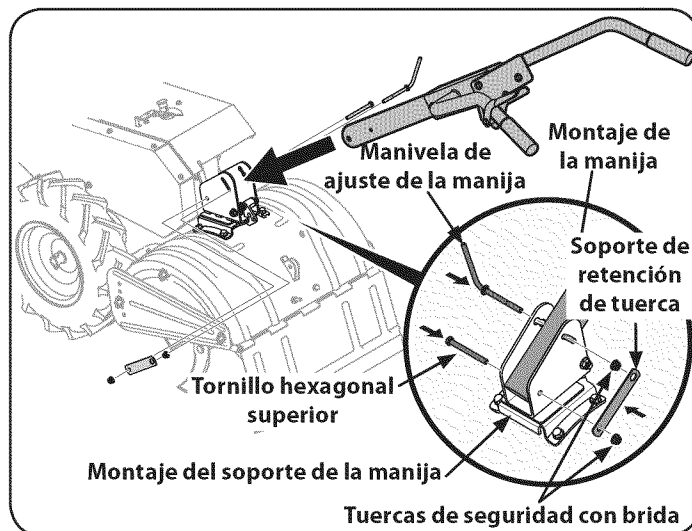

Figura 3
1. Extraiga el tornillo hexagonal superior, la varilla de ajuste de la manivela, las tuercas de seguridad con brida y el soporte de retención de tuerca de los soportes de montaje de la manija, pero no extraiga el tornillo hexagonal inferior y la tuerca de seguridad con brida. Vea la Figura 3.